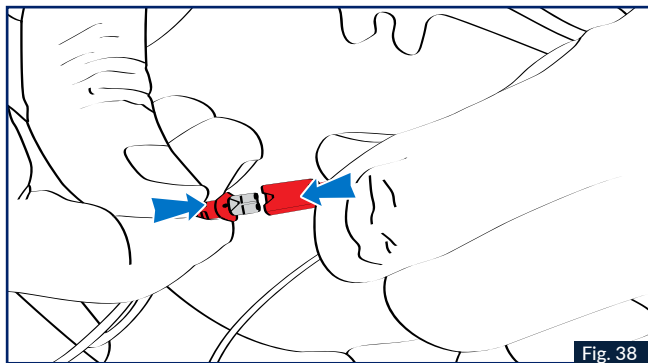

Fig. 38
9. Effectuer le branchement du microphone (connecteur rouge), et le clavier suivant la Fig. 38